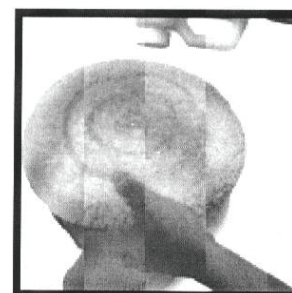

Fig. 3
- 2.3 Nettoyant/produit pour lustrer/cire liquide : appliquez une petite quantité de produit (environ la moitié d'une pièce de un dollar) au centre de la coiffe d'application, puis tracez deux cercles autour du centre, le deuxième un peu plus grand que le premier (Figure 3). ÉVITEZ d'appliquer le produit directement sur la surface à polir.